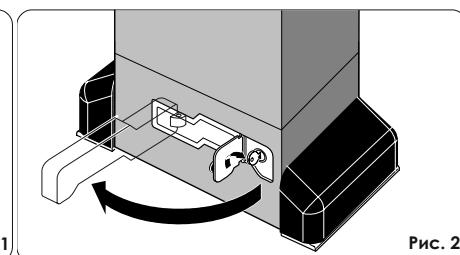

Рис. 2
2. Поверните ключ по часовой стрелке и потяните рычаг на себя (рис. 2).
Габариты двигателя DxВхГ, мм	См. рис. 2